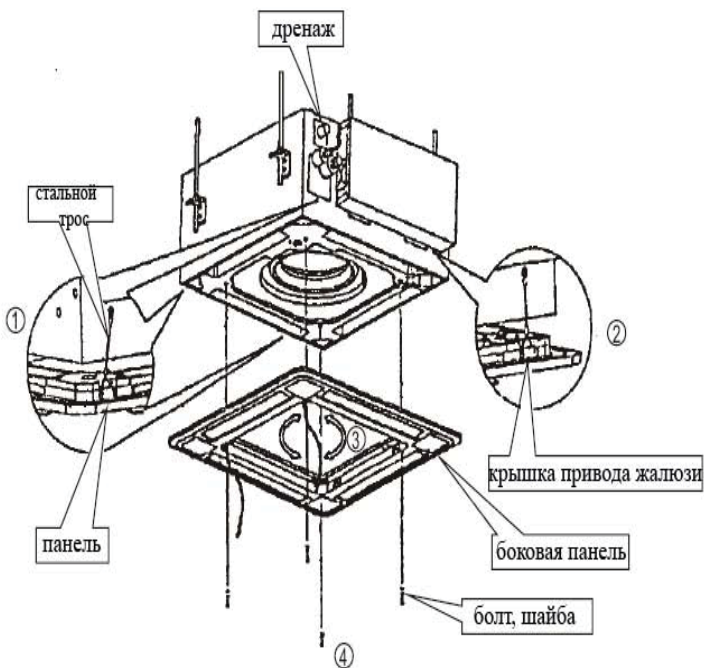

Рис.11
- Выкрутите болты, и снимите их (рис. 11).
- Закрепите крепления панели электродвигателя привода жалюзи и его противоположной стороны к соответствующему накопителю влаги (см. рис. 11 (1)) Затем отогните два другие крепления соответствующего крепления подвеса корпуса (рис. 11 (2))
- Выровняйте 4 крепления панели сохраняя панель в горизонтальном положении, затем прикрутите панель к потолку (рис. 11 (3))
- Регулируя панель в направлении, указанном стрелками на рисунке 11 (4), слегка подгоните центр панели к центру отверстия. Убедитесь, что крепления в 4-х углах корпуса надёжно закреплены и надёжно затянуты.